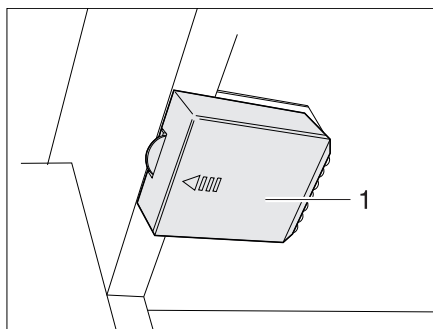

Fig. 279 Lámpara del armario ropero con LED, compartimiento de la batería cerrado
- Deslizar la tapa (Fig. 279,1) en sentido de la flecha.